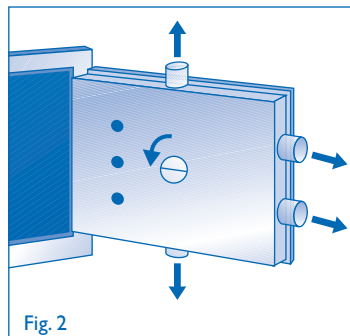

Fig. 2
- B) En utilisant la tête de la clé ou un tournevis, faites tourner la vis figurant à l'intérieur de la porte vers la gauche (sens inverse des aiguilles d'une montre) jusqu'à la position horizontale (Fig. 2).